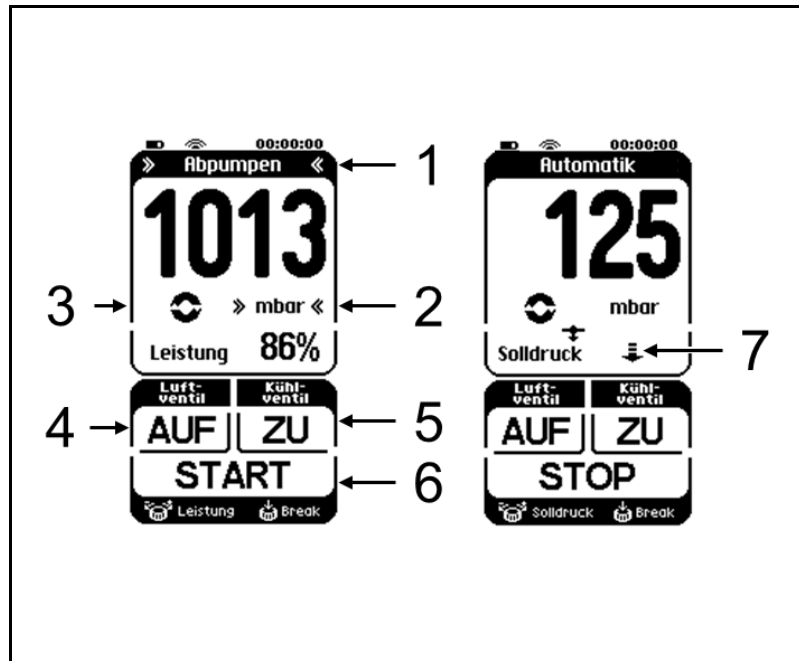

Abb. 9: Menüs und Tasten am Touchscreen
- Menüs zur Auswahl des Betriebsmodus und der Einheit der Druckanzeige (Abb. 9, Seite 26);
- Bedientasten (Abb. 9, Seite 26) mit den Funktionen:
**i** Wird die Pfeil-Taste (siehe Abb. 9/7) während der automatischen Druckabsenkung gedrückt, so wird der aktuelle Ist-Druck zum neuen Soll-Druck übernommen und vom Vakuumpumpsystem geregelt. Der aktuelle Soll-Druck erscheint anstelle des Pfeils im Display.